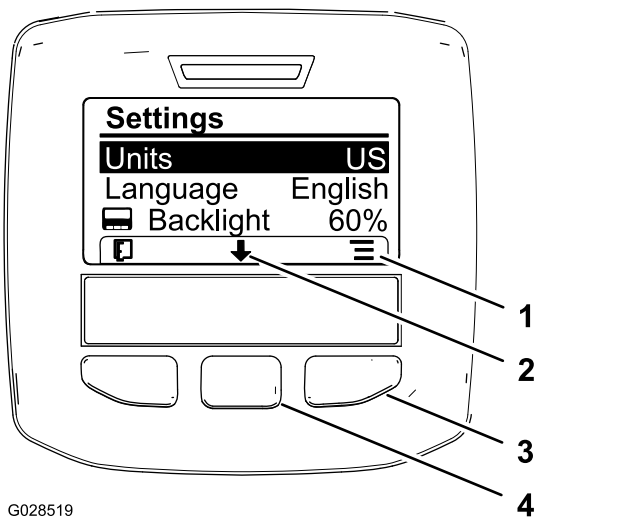

图 63
2. 要更换测量单位应按右侧选择按钮以更换列出的测量单位 图 63。
3. 要更换显示屏使用的语言可按中间选择按钮显示屏上向下箭头图标下方的按钮将选中项移至语言图 63。
4. 按右侧选择按钮显示屏上列表图标下方的按钮高亮显示显示屏使用的列出语言图 63。
6. 按左侧选择按钮可返回主屏幕图 63。